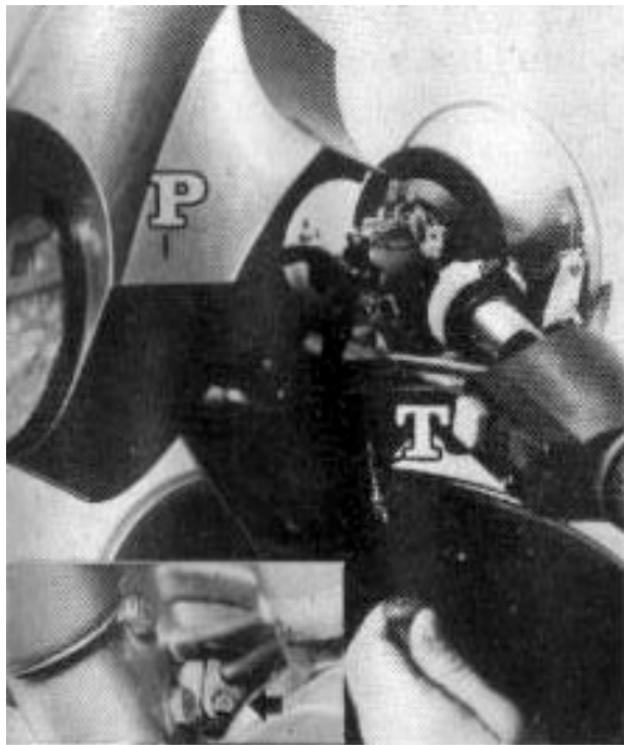

Fig. 35
- Aflojar la transmisión del cuentakilómetros de su alojamiento en el cubo rueda delantera (piñón reenvío Fig. 35).